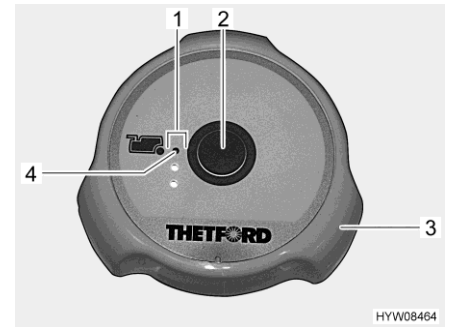

Bild 134 Spülknopf/Kontroll-Leuchten (Thetford-Toilette)
Spülen: ■ Vor dem Spülen den Schieber der Thetford-Toilette öffnen. Dazu den Drehgriff (Bild 134,3) entgegen dem Uhrzeigersinn drehen.
■ Zum Spülen den blauen Spülknopf (Bild 134,2) drücken.
■ Nach dem Spülen den Schieber schließen. Dazu den Drehgriff (Bild 134,3) im Uhrzeigersinn drehen.
Die Kontroll-Leuchten (Bild 134,1) zeigen den Füllstand des Fäkalientanks an. Wenn die rote Kontroll-Leuchte (Bild 134,4) leuchtet, muss der Fäkalientank entleert werden.